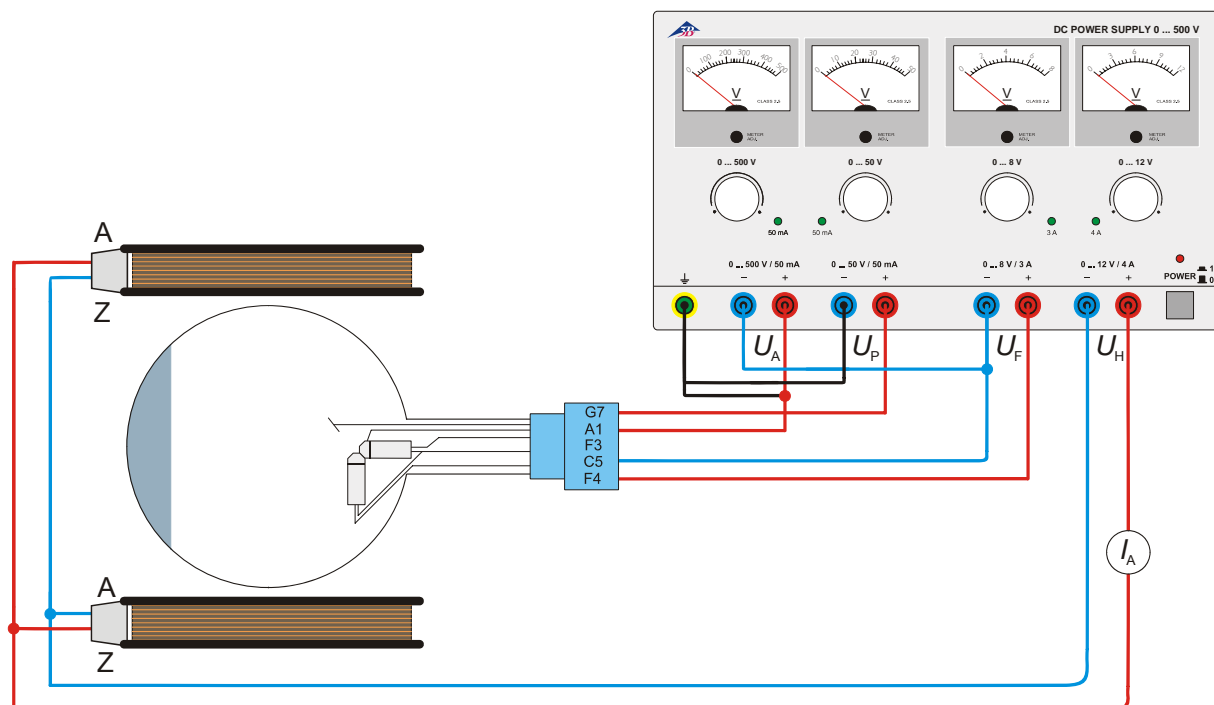

Fig. 4 Détermination de  $e/m$  avec le canon électronique perpendiculaire
- Procédez au câblage du tube comme le montre la figure 4.